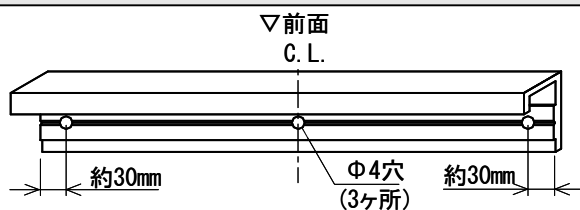

図14-7
③ 見切り部材に取付用の穴を加工してください。(図14-7)